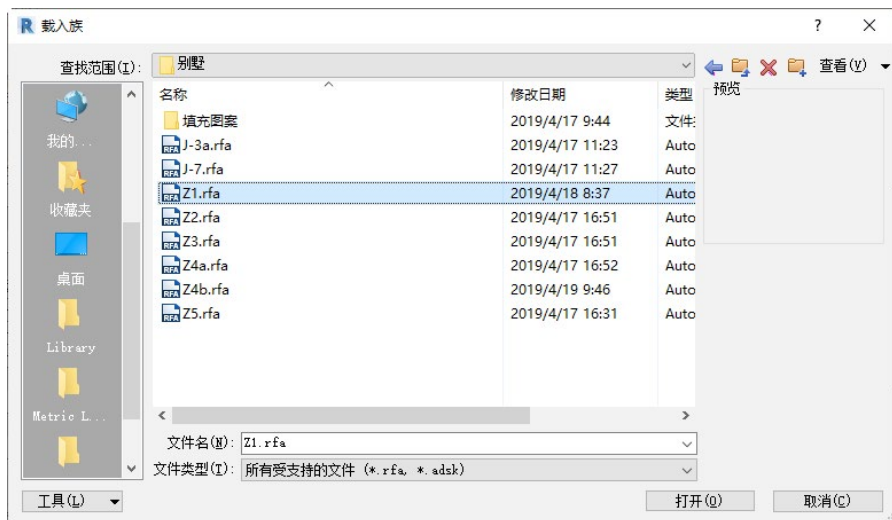

图 5-47 “载入族”对话框
(1) 接 4.2.3 节实例继续创建别墅。在“项目浏览器”中双击“结构平面”节点下的“基础”，将视图切换到基础结构平面视图。
(2) 单击“结构”选项卡“结构”面板中的“柱”按钮, 打开“修改 | 放置 柱”选项卡和选项栏, 设置“高度: 1F”。
(3) 单击“模式”面板中的“载入族”按钮, 打开“载入族”对话框, 选择“Z1.rfa”族文件, 如图 5-47 所示。单击“打开”按钮, 打开 Z1 族文件。